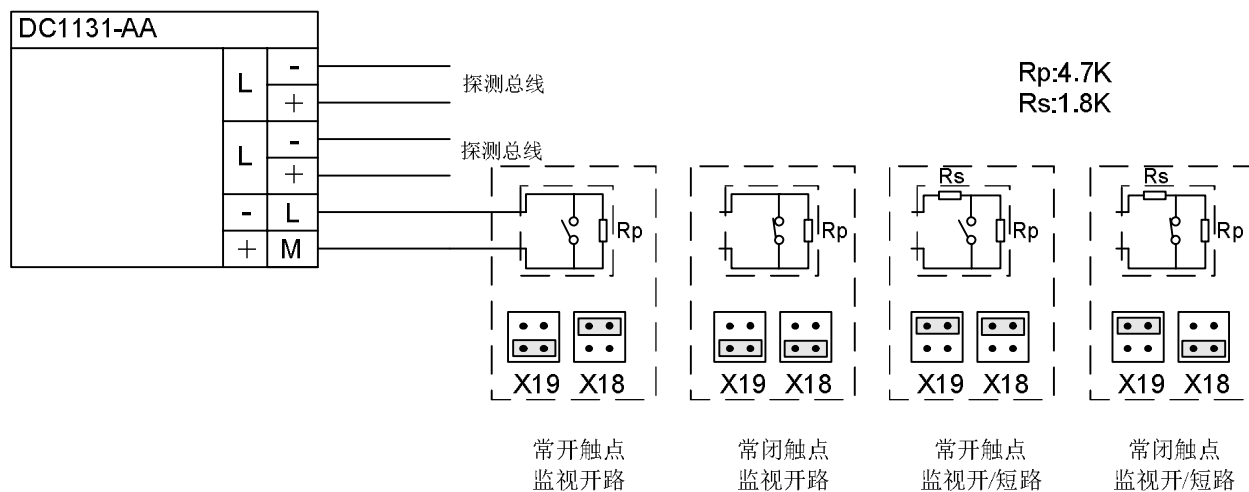

图3 接线图
- 将现场设备的常开触点（或常闭触点）连接在两个端子L、M上（如图3）。注意X18/X19短路子设置。